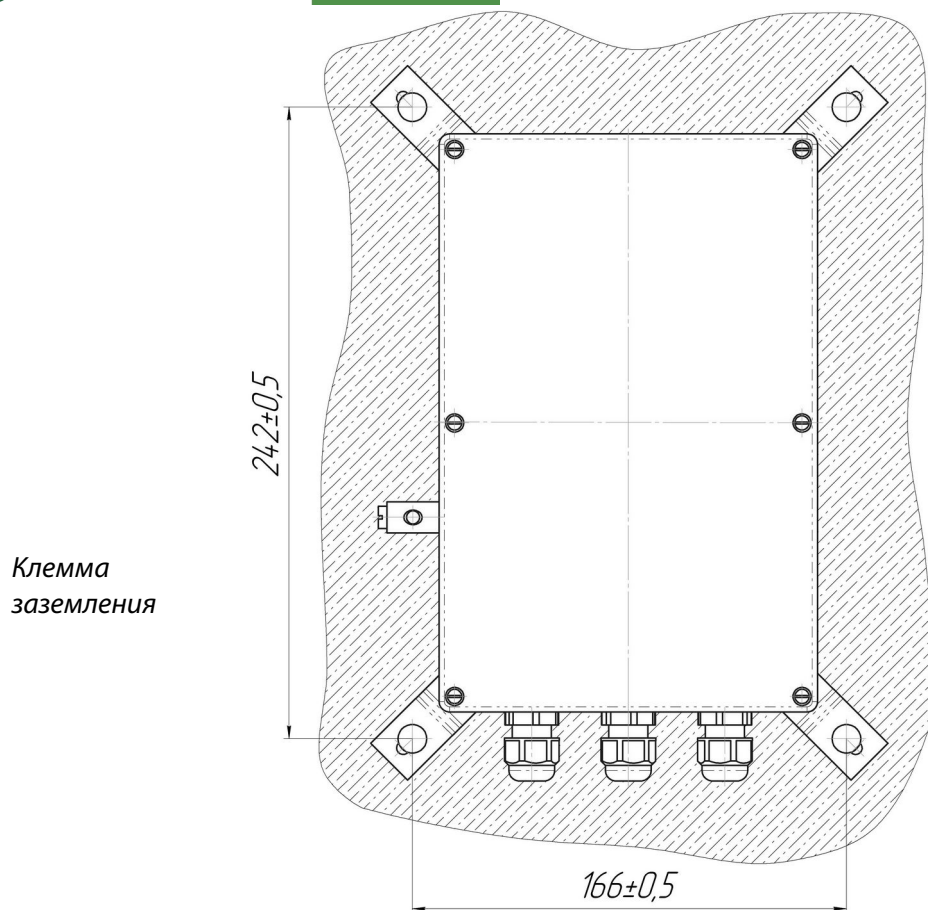

Рисунок 4. Установка контроллера на стене
- Разметить и просверлить в стене четыре отверстия $\varnothing 6$ мм (см. Рисунок 4).